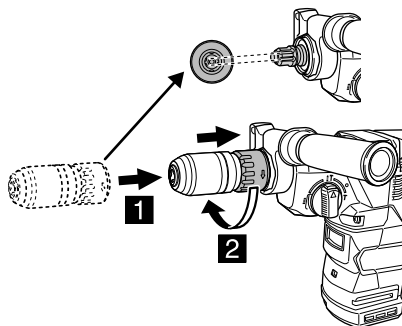

图 19
- (1) 使锁定夹卡与齿条吻合。
- (2) 推入锁定夹卡，并按照锁定夹卡上显示的箭头方向进行旋转（图 19）。
- (3) 试着拉出锁定夹卡，确认已安装牢固。